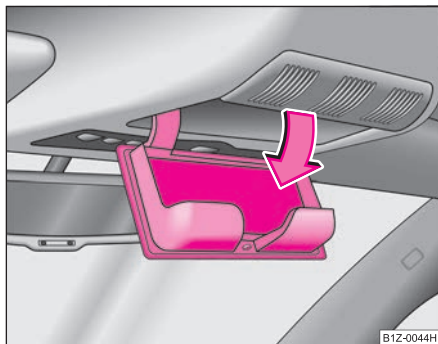

Fig. 103 Plafonul:
- Apăsați capacul compartimentului, compartimentul se va deschide ⇒ fig. 103.